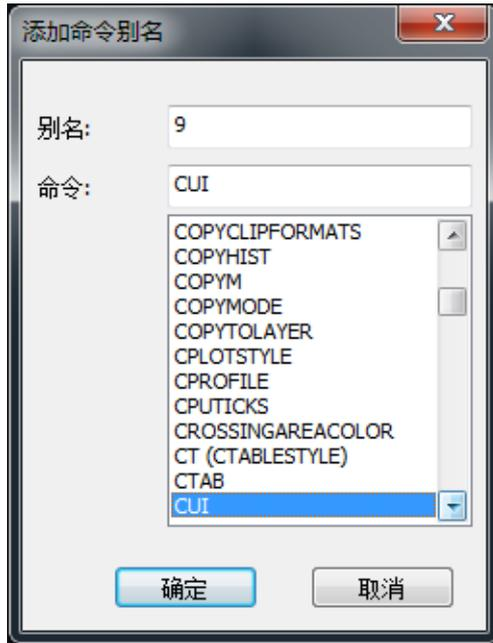

图 2-35 添加命令别名对话框
- c) 在“命令”列表内，选择相应的命令，如 CUI 命令，如图 2-35 所示。